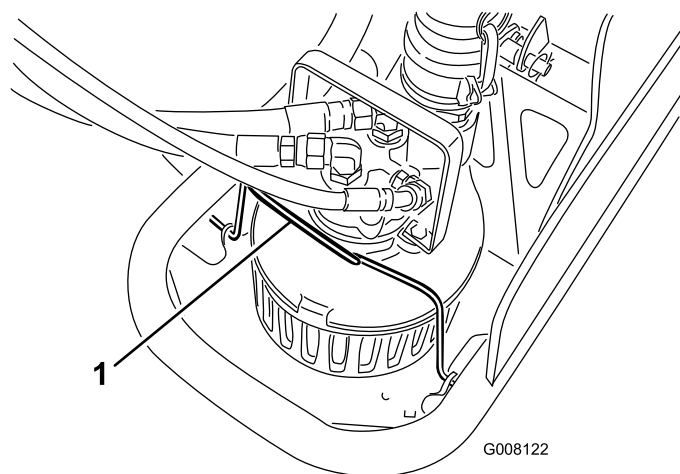

図 14
4. ポンプ・クランプを前に倒す（図 14）。
14. ポンプ・クランプを後ろへ倒す（図 14）。